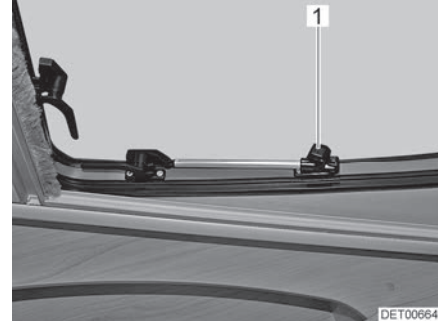

Fig. 46 Toit ouvrant avec bras pivotants, ouvert
- Ouvrir le toit ouvrant jusqu'à la position voulue et le bloquer avec la molette (Fig. 46,1).
- Tourner la molette (Fig. 46,1) jusqu'à ce que le dispositif de blocage soit libéré.